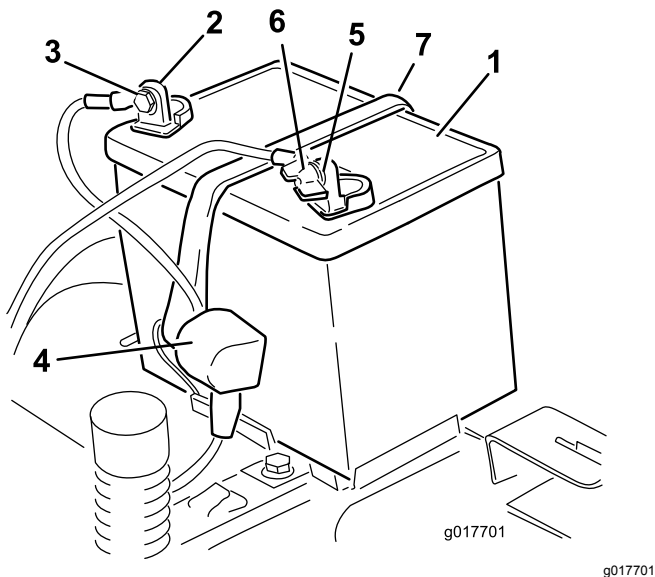

Figura 50
4. Desconecte el cable negativo de tierra (negro) del borne de la batería (Figura 50).
6. Desconecte el cable positivo (rojo) del borne de la batería (Figura 50).
7. Retire la correa de sujeción de la batería (Figura 50) y levante la batería para retirarla de su bandeja.
1. Coloque la batería en la bandeja (Figura 50).
5. Fije la batería con la correa de sujeción (Figura 50).